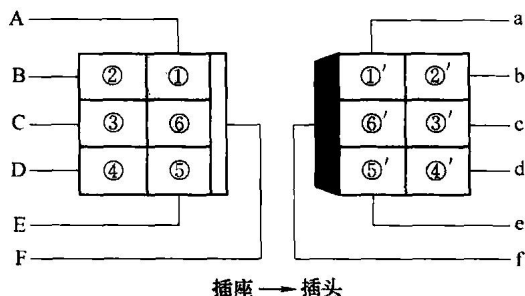

图 1-12 插接器的连接方法
(2) 插接器的连接方法 插接器接合时，应把插接器的导向槽重叠在一起，使插头和插孔对准，然后平行插入即可十分牢固地连接在一起。插接器连接后，其导线的连接如图 1-12 所示。例如，A 线的插孔①与 a 线的插头①'是配对的，其余以此类推。
(3) 插接器的断开方法 断开插接器时，首先要解除闭锁。然后把插接器拉开，不允许在未解除闭锁的情况下用力拉导线，这样会损坏闭锁装置或连接导线。有些插接器用钢丝扣锁止，取下钢丝扣后才能将插接器拨开。